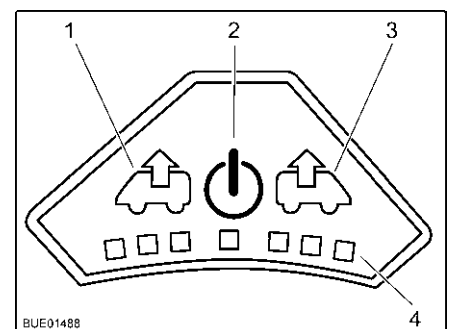

Bild 86 Bedienfeld des Ventilators
- Taste Ein/Aus (Bild 86,2) drücken. Der Ventilator läuft im Komfortmodus (Entlüften mit niedrigster Ventilator Drehzahl).
- Um die Ventilator Drehzahl zu erhöhen: Taste Entlüften (Bild 86,1) drücken. Die Ventilator Drehzahl in Entlüftungsrichtung nimmt um eine Stufe zu. LEDs (Bild 86,4) zeigen die Schaltstufen an.
- Um die Ventilator Drehzahl zu verringern: Taste Belüften (Bild 86,3) drücken. Die Ventilator Drehzahl nimmt um eine Stufe ab.
- Um die Ventilator Drehzahl zu erhöhen: Taste Belüften (Bild 86,3) drücken. Die Ventilator Drehzahl in Belüftungsrichtung nimmt um eine Stufe zu. LEDs (Bild 86,4) zeigen die Schaltstufen an.
- Um die Ventilator Drehzahl zu verringern: Taste Entlüften (Bild 86,1) drücken. Die Ventilator Drehzahl nimmt um eine Stufe ab.
- Taste Ein/Aus (Bild 86,2) drücken. Der Ventilator stoppt, die LEDs erlöschen.